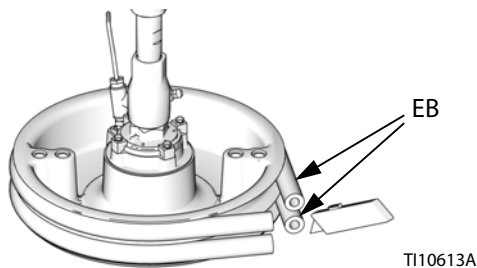

Рис. 19
- Обрежьте ножом нижние и верхние скребки и удалите их с прижимной плиты. См. Рис. 19.